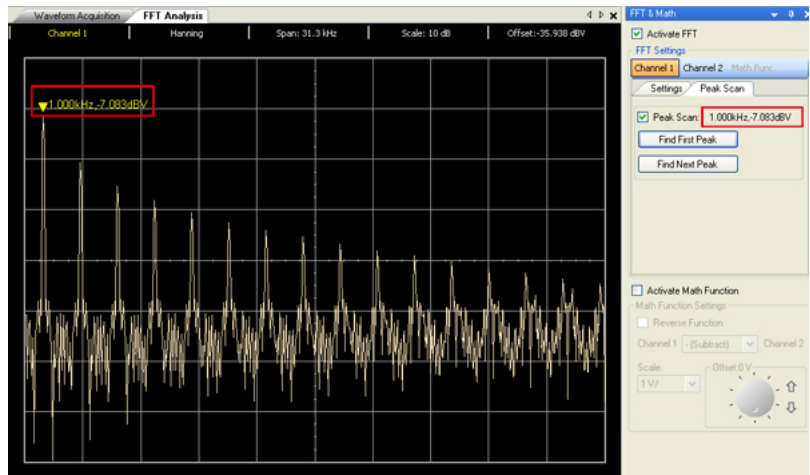

Abbildung 2-13 Erste Spitze
- 3 Wenn die Spitzenabfrage aktiviert ist, sehen Sie eine Anzeige auf dem Spektrum, die auf die erste Spitze des Spektrums zeigt, wie in Abbildung 2-13 dargestellt.